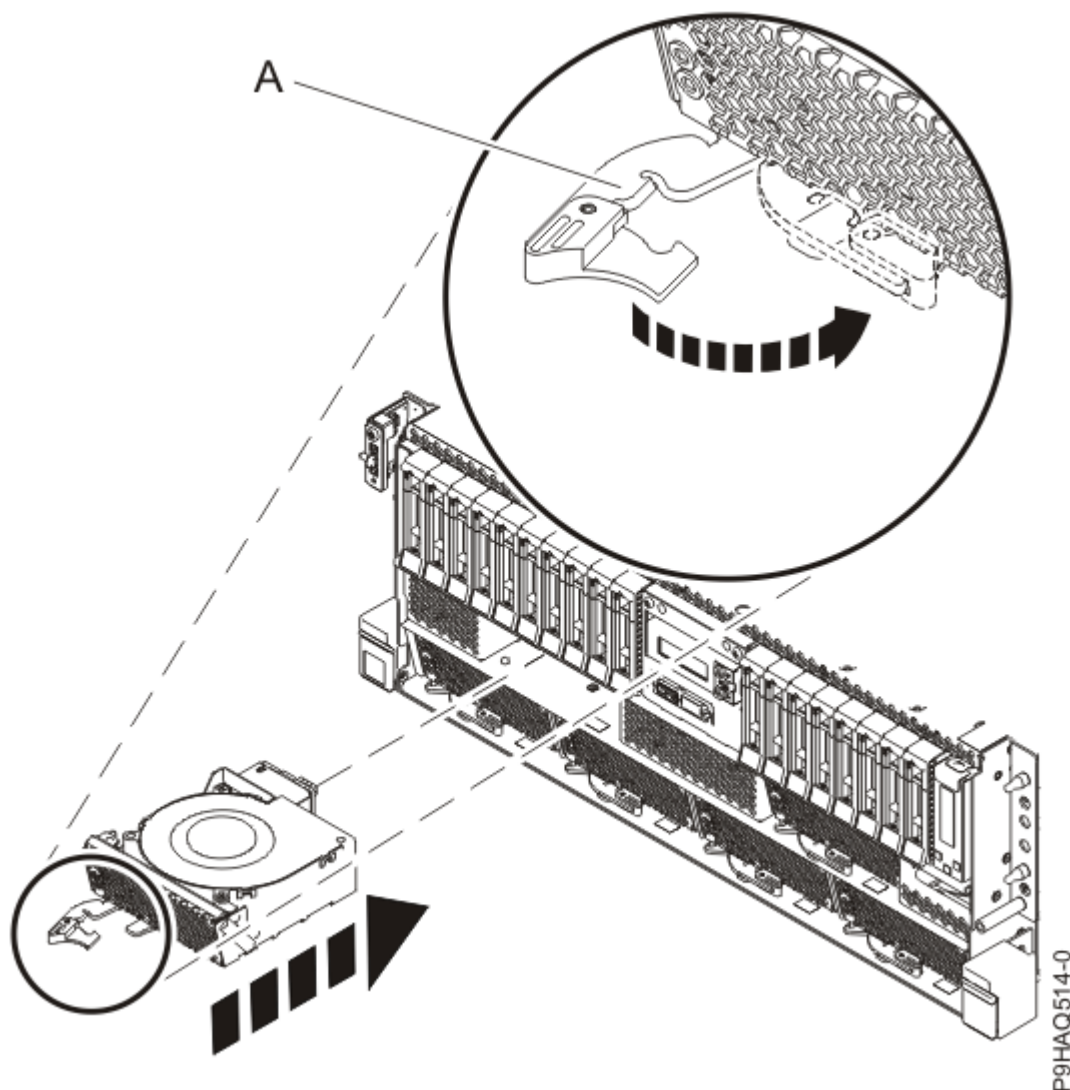

Figura 11: Substituindo um ventilador no sistema
2. Assegure-se de que a alça do ventilador (**A**) esteja aberta, conforme mostrado em Figura 11 na página 14.
3. Usando sua mão para suportar a parte inferior do ventilador, alinhe-o com o slot e deslize-o para o sistema. Consulte o Figura 11 na página 14.
4. Gire a alça do ventilador (**A**) na direção mostrada e, em seguida, pressione-a até que a trava seja bloqueada no local. Consulte o Figura 11 na página 14.